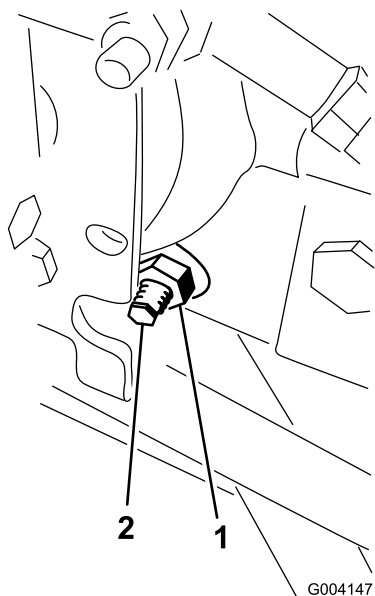

Figura 59
3. No lado direito do hidrostato, solte a porca de bloqueio no excêntrico de ajuste da tracção (Figura 59).